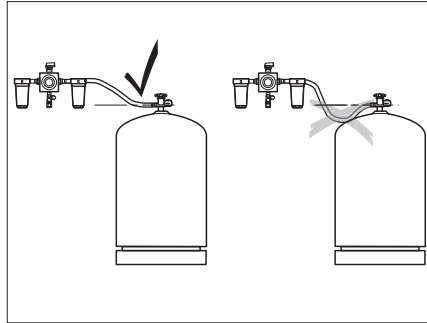

Fig. 85 Instalación de las mangueras de alta presión
- ▷ Cuando se instalan las mangueras de alta presión, asegurarse de que las mangueras suben constantemente (Fig. 85).